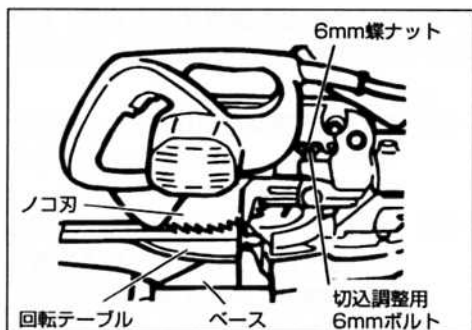

図12
ノコ刃を下げて確認してください。（図12）
(1)～(3)の順序でしてください。(図12)